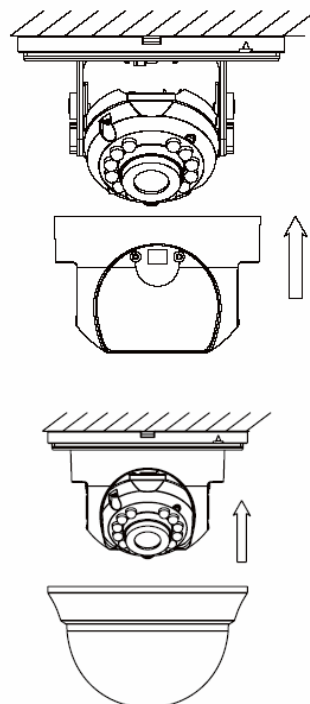

Рис. 2.4. Финальная сборка видеокамеры
6. Установите отражатель и прозрачный купол, как показано на рис. Рис. 2.4, чтобы завершить установку видеокамеры.